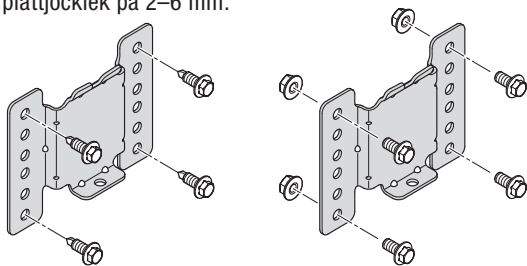

Bild 4
- Fäst hållaren med 4 sexkantskruvar M6 × 12 och 4 sexkantmuttrar M6 eller med 4 självborrande skruvar 6,3 x 19 (åtdragningsmoment: 9+1 Nm), se bild 4.
Använd helst de övre och nedre fästhål, se bild 4. Om andra hål används måste det vara minst två hål mellan fästskruvarna.